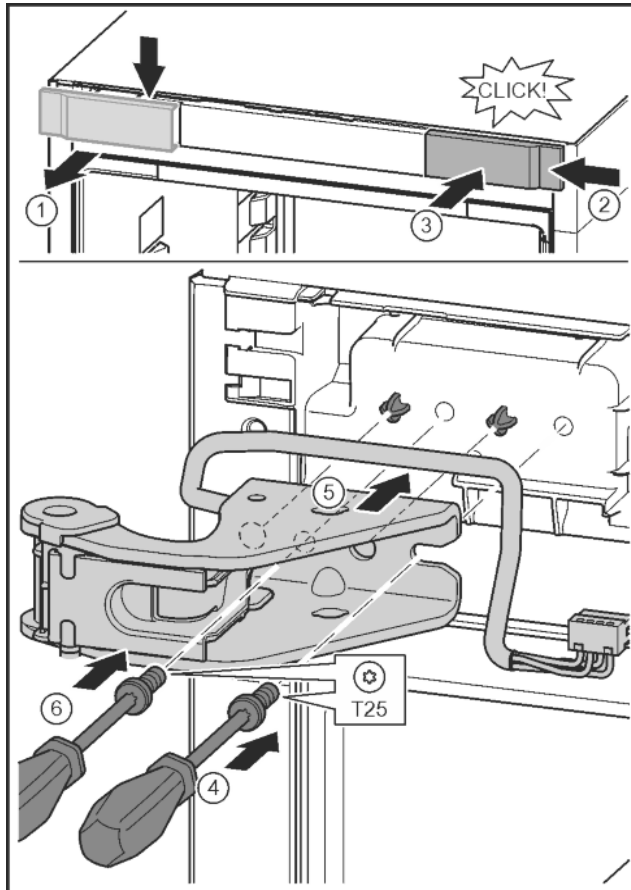

Fig. 31
- ▶ Libérer le cache et le retirer latéralement. Fig. 31 (1)
- ▶ Accrocher le cache tourné de 180° de l'autre côté à droite. Fig. 31 (2)
- ▶ Encliqueter le cache. Fig. 31 (3)
- ▶ Mettre en place la vis avec un tournevis T25. Fig. 31 (4)
- ▶ Mettre en place le support de palier supérieur. Fig. 31 (5)
- ▶ Serrer la vis. Fig. 31 (4)
- ▶ Mettre en place la vis avec un tournevis T25 et la serrer. Fig. 31 (6)